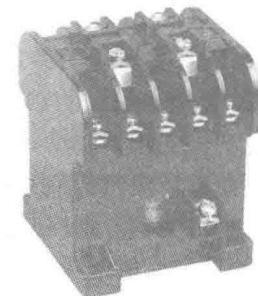

图 1-9 CDC10 系列交流接触器
3) CDC10 系列交流接触器。CDC10 系列交流接触器如图 1-9 所示。产品的型号及含义如下：